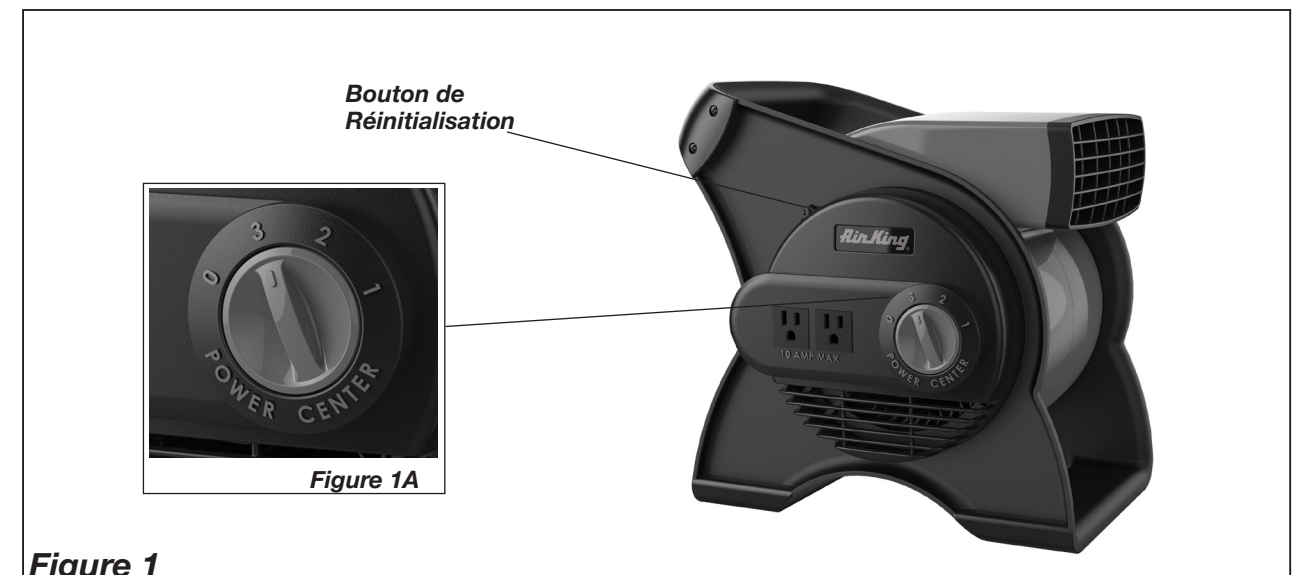

Figure 1
5. Pour ajuster l'angle vertical, déplacer le corps du Ventilateur vers l'avant ou vers l'arrière jusqu'à la position désirée. (**Figure 1**)
6. Pour ÉTEINDRE le Ventilateur, tourner le *L'Interrupteur* à la position ÉTEINT (0) et débrancher l'unité de la prise de courant.